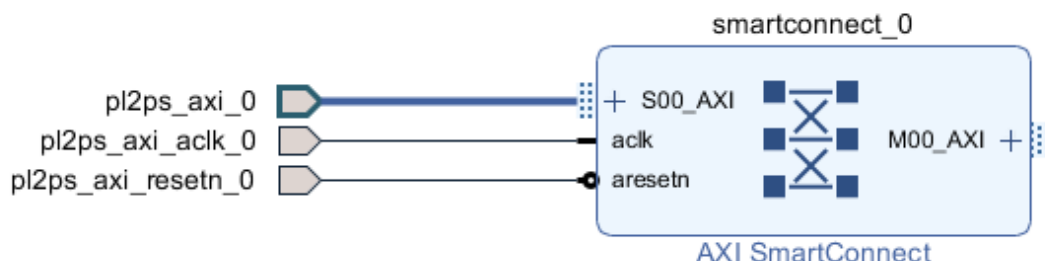

图 1-22 PL 输出给 PS 信号
- 3) 导出 AXI Smartconnect 核的 S00\_AXI、aclk、aresetn 接口，并参考步骤 1，将信号依次重命名为 pl2ps\_axi\_0、pl2ps\_axi\_aclk\_0、pl2ps\_axi\_resetn\_0。完成后如图 1-22 所示：